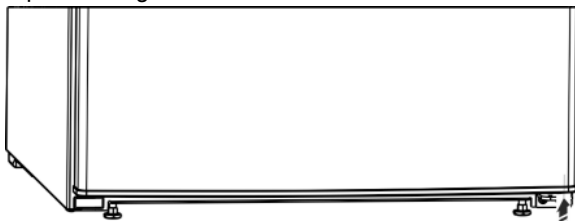

Fig. 6
- Reinserire il distanziatore Fig. 6 (13) a destra in basso nella porta in quanto risulta importante per la stabilità dell'apparecchio.